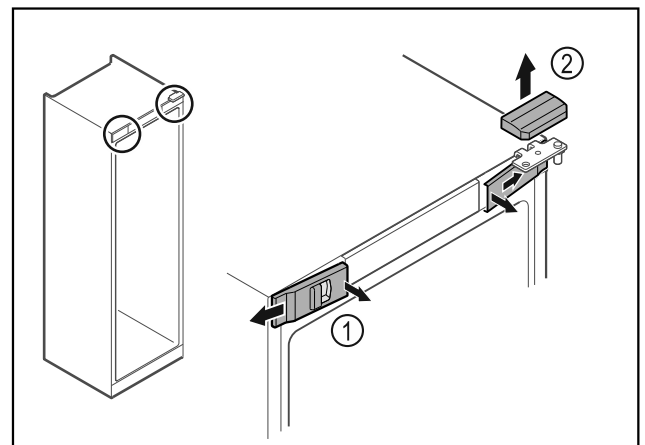

Fig. 18
- ▶ Передние крышки *Fig. 18 (1)* освободите от фиксации с внутренней стороны и отведите в сторону.
- ▶ Движением вверх снимите верхнюю крышку *Fig. 18 (2)*.